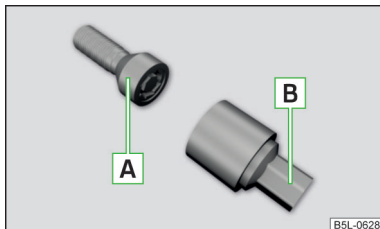

Fig. 177
- Introduceți adaptorul **[B]** » fig. 177 cu partea zimțată până la limită pe dantura interioară a șurubului antifurt **[A]**, astfel încât să se mai vadă doar partea sa hexagonală.